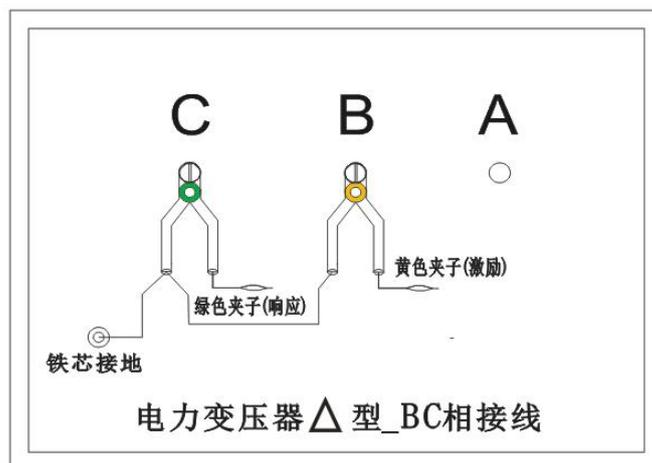

图 11
4.2.4 以上接线完成对三相△形的 BC 相测量接线,如图 11。